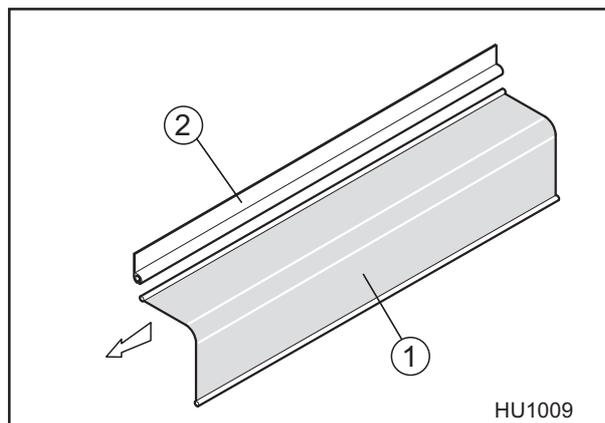

Abb. 13
- Ballenverkleidung (1) in die vorher bündig mit den Lagerkonsolen montierte Keder-schiene KS1 (2) einführen (siehe Abb. 13).